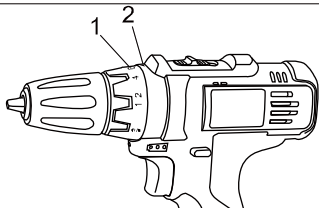
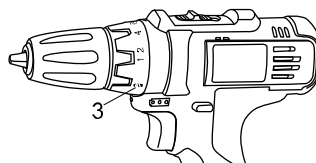

Рис. 3
Рис.4
Поверните кольцо (Рис. 3) до совмещения необходимой цифры со стрелкой (2) Для правильной установки используйте таблицу ниже. Сверление обозначено значком (3)  на вращающемся кольце (Рис. 4).